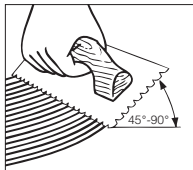

Figure 4
- Tenir la truelle à un angle d'au moins 45° (Figure 4), fermement contre le sous-plancher afin d'obtenir un taux d'étalement de 4 à 5,5 m²/litre (40 à 60 pi²/gal US).